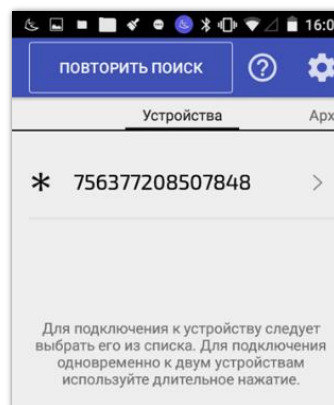

Рис. 2
- Через несколько секунд появится одно или несколько устройств iQFreeze (см. рис. 2)